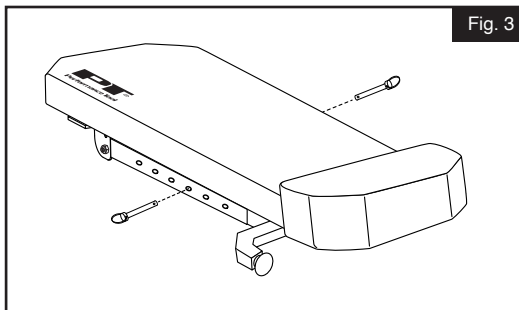

Fig. 3
3. Réglez les pieds à la hauteur souhaitée, alignez les trous dans le cadre et les pieds, et insérez les deux goupilles Linch (3) à fond dans les trous. (Fig. 3).